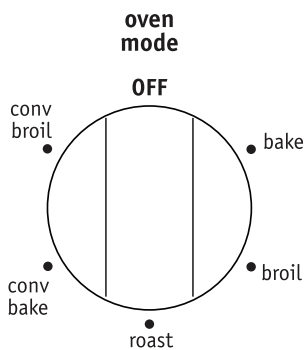

Figure 13: Sélecteur oven mode (mode du four)
3. Réglez le sélecteur **oven mode** (mode du four) sur la position **bake** (cuisson) (Figure 13).
1. Disposez la grille du four lorsque le four est froid. Réglez le sélecteur **oven mode** (mode du four) sur la position **broil** (gril) (Figure 13).